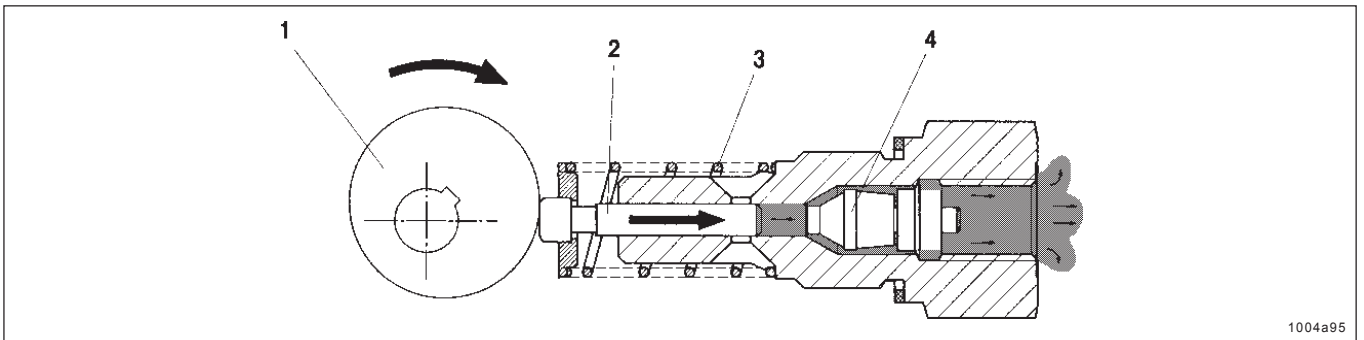

Fig. 8 - Pumpelementet trycker ut smörjmedel
- trycker kolven (pos 2) ut smörjmedel till de anslutna smörjpunkterna via fördelarblocket, se fig. 8.